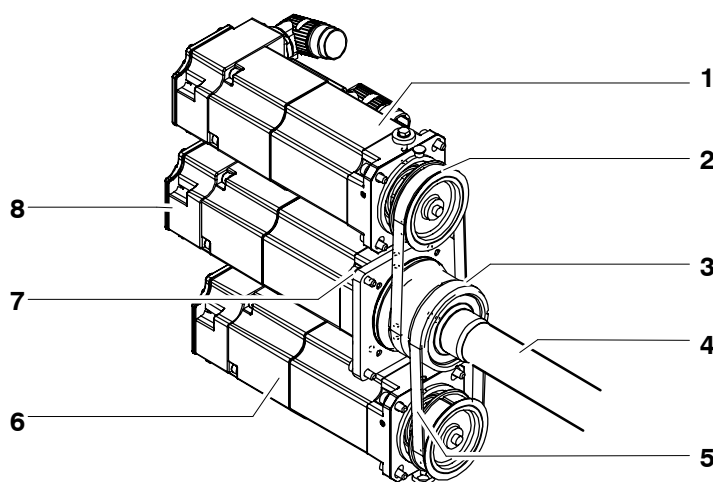

Fig. 128 Remplacement de courroie dentée
- (1) Démontez les entraînements des axes du poignet A4 (Fig. 128/6), A5 (1) et A6 (8) (voir paragraphe 12.9).
- (2) Démontez le poignet en ligne (voir paragraphe 12.4 ou 12.5).
- (3) Dévissez quatre vis à six pans creux (7).
- (4) Retirez la chaîne d'entraînement (4) par l'arrière.
- (5) Retirez les courroies dentées A4 (5) et A5 (2) du logement du bras.
- (1) Retirez les courroies dentées A4 (Fig. 128/5) et A5 (2) du logement du bras.
- (2) Montez la chaîne d'entraînement (4) et la fixez avec quatre vis à six pans creux M5x16-8.8 (7) sans oublier les rondelles-frein.
- (3) Serrez en croix les quatre vis à six pans creux (7) avec une clé dynamométrique jusqu'à l'obtention de la valeur prescrite ($M_A = 5,6 \text{ Nm}$) en procédant par étapes.
- (4) Remontez les entraînements des axes du poignet A4 (6), A5 (1) et A6 (8) (voir paragraphe 12.9).
- (5) Remontez le poignet en ligne (voir paragraphe 12.4 ou 12.5).